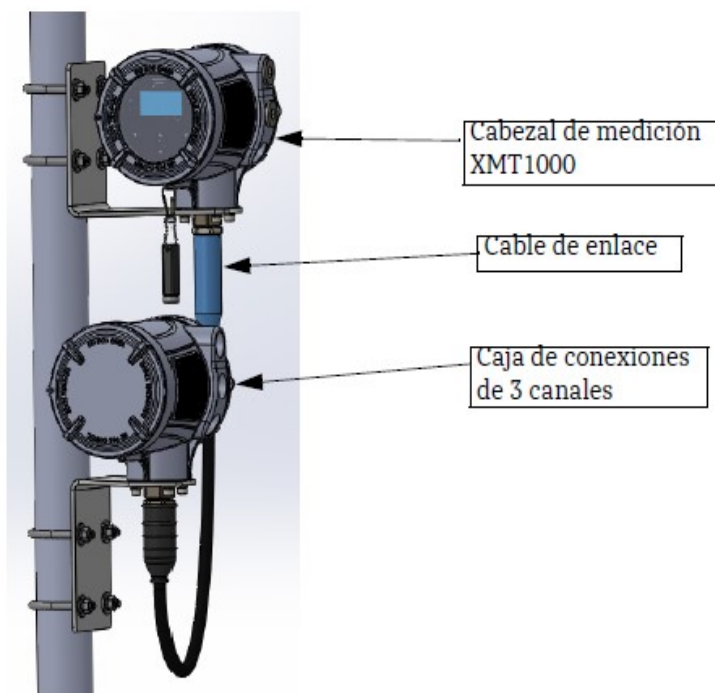

Figura 44: Ubicación del cable de enlace XMT1000
1. Inserte el extremo MCX del cable de enlace de 6 conductores en el cabezal de medición XMT1000 y el extremo del conector BNC en la caja de conexiones de 3 canales, como se muestra en la Figura 44.